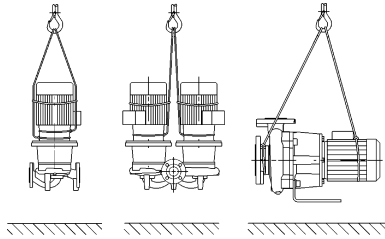

Fig. 7: Transporte de la bomba
- En este caso, las argollas de transporte del motor solo sirven como guía durante la suspensión de la carga (Fig. 7).